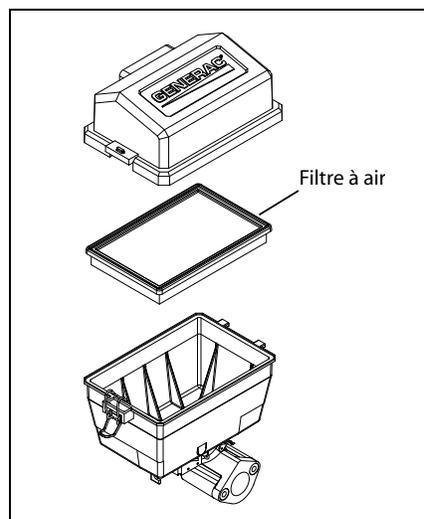

Figure 4-4 : Emplacement du filtre à air
2. Détachez la pince du couvercle et retirez le couvercle d'accès au filtre à air. Voir la figure 4-4.